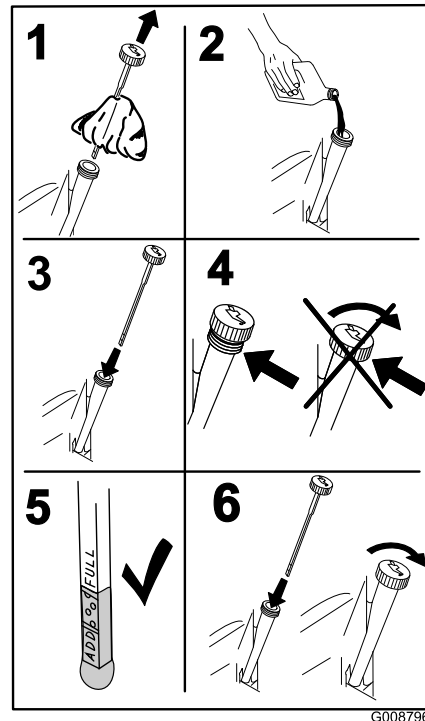

Bild 45
5. Gießen Sie langsam ungefähr 80 % der angegebenen Ölmenge in den Einfüllstutzen und füllen Sie dann vorsichtig mehr Öl ein, um den Ölstand an die **Voll**-Marke zu bringen (Bild 45).